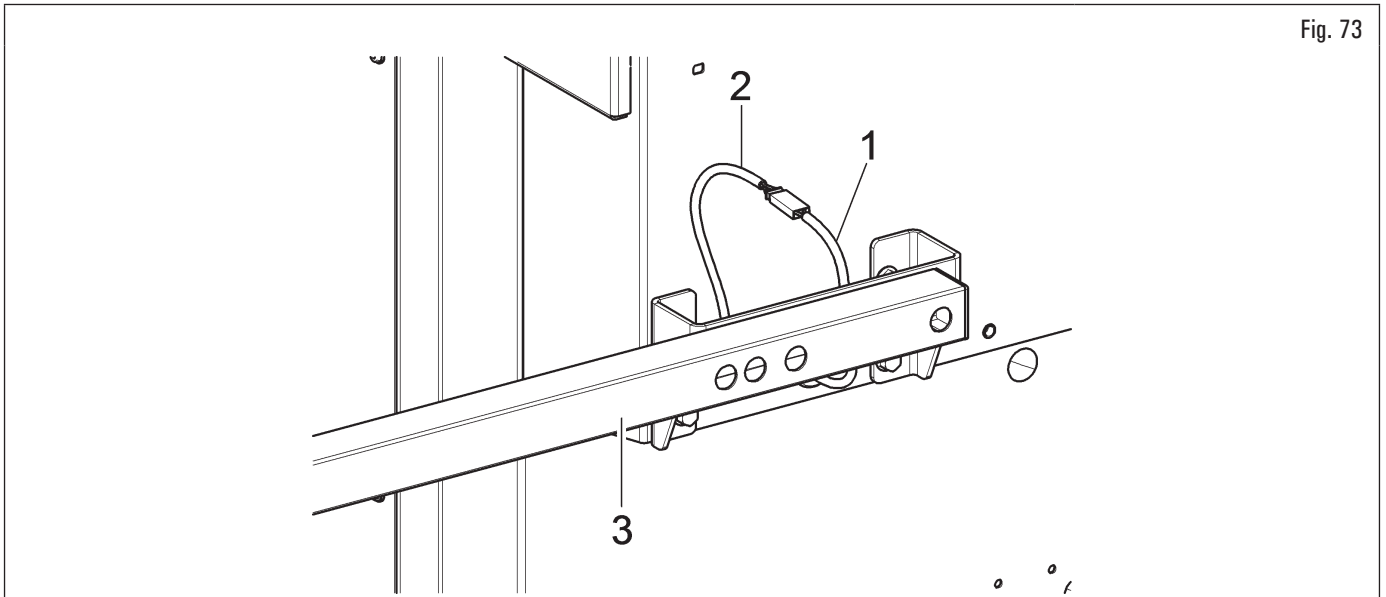

Fig. 73
3. brancher le connecteur (Fig. 73 réf. 1) du câble provenant de l'intérieur de l'équipement sur le connecteur (Fig. 73 réf. 2) du câble qui sort du bras de la tige. Introduire la portion de câblage avec les connecteurs à l'intérieur du bras (Fig. 73 réf. 3) ;